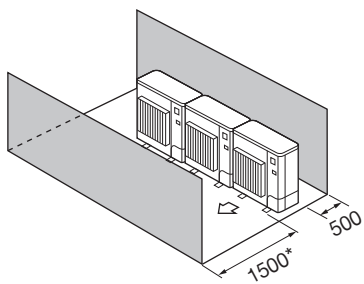

Fig. 2-15
- ④ มีลิ่งกีดขวางที่ด้านหน้าและด้านหลังเท่านั้น (Fig. 2-15)